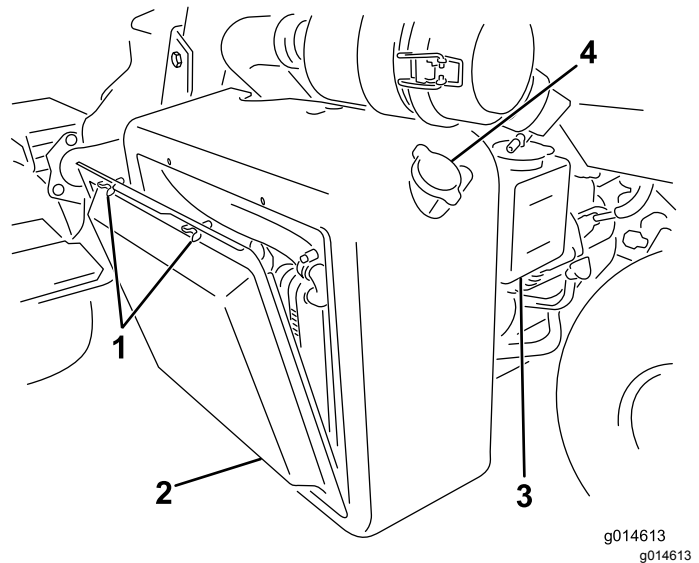

Figure 50
1. Retirez l'écran du radiateur (Figure 50).